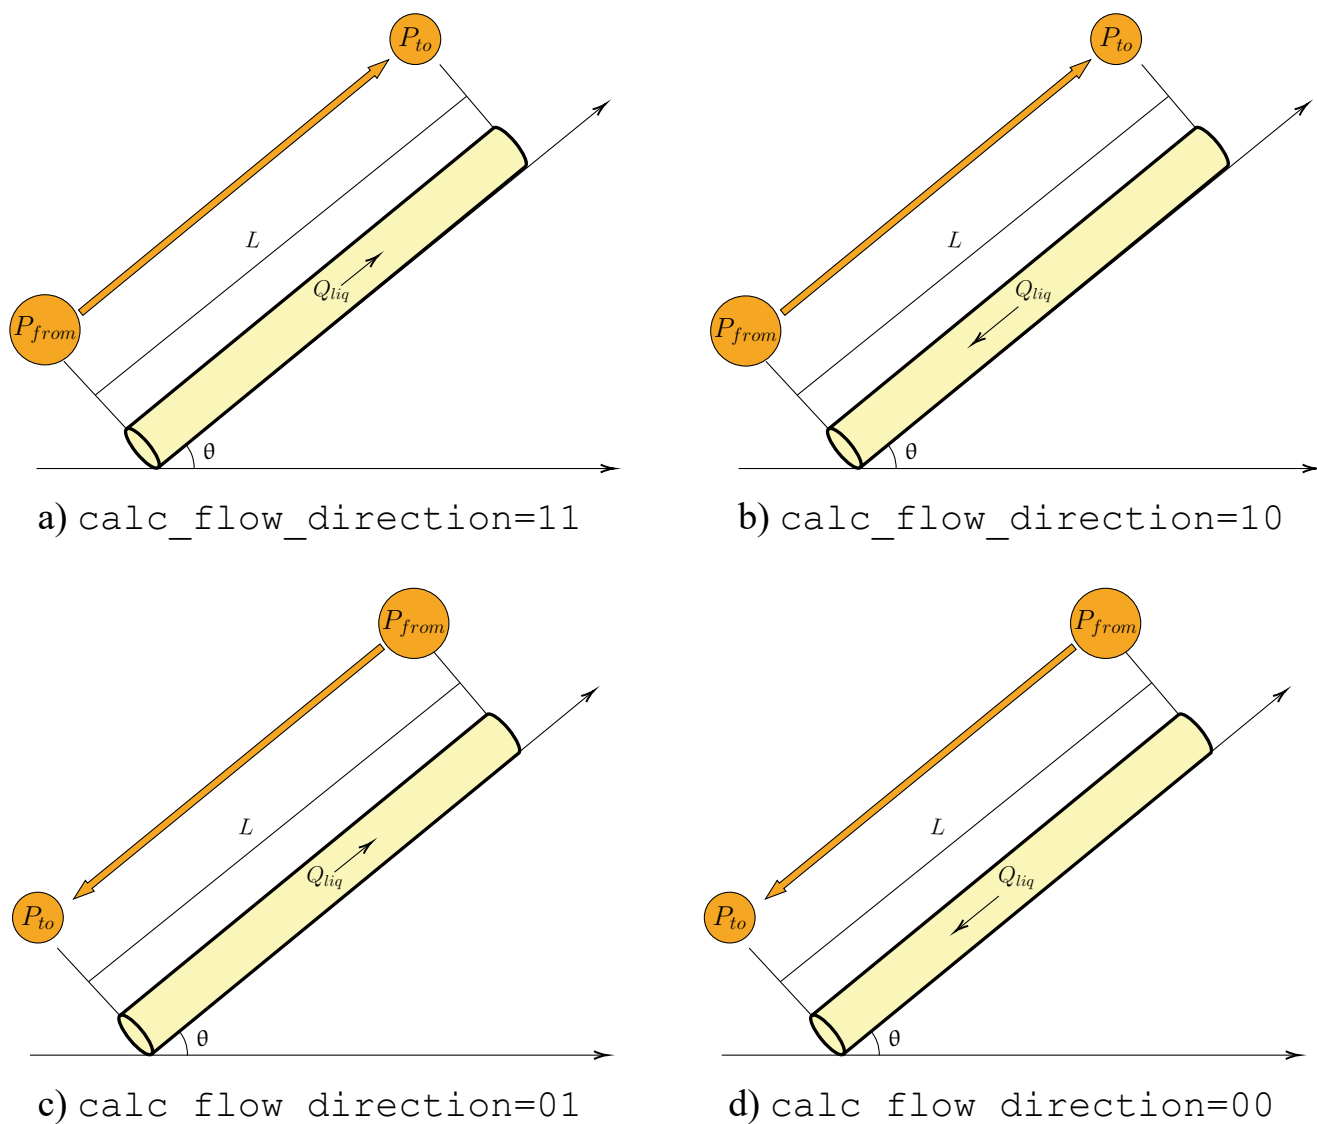

Рис. 2.13 — Схема расчета распределения давления против потока
Возможны следующие варианты задания параметра расчета, смотри рисунок 2.13.
1. `calc_flow_direction=11` расчет идет в направлении роста координаты, и поток идет в том же направлении, смотри рисунок 2.13 а).
2. `calc_flow_direction=10` расчет идет в направлении роста координаты, а поток идет в противоположном направлении, смотри рисунок 2.13 б).
3. `calc_flow_direction=01` расчет идет в направлении убывания координаты, а поток идет в направлении роста координаты, смотри рисунок 2.13 с).
4. `calc_flow_direction=00` расчет идет в направлении убывания координаты и поток идет в том же направлении, смотри рисунок 2.13 д).